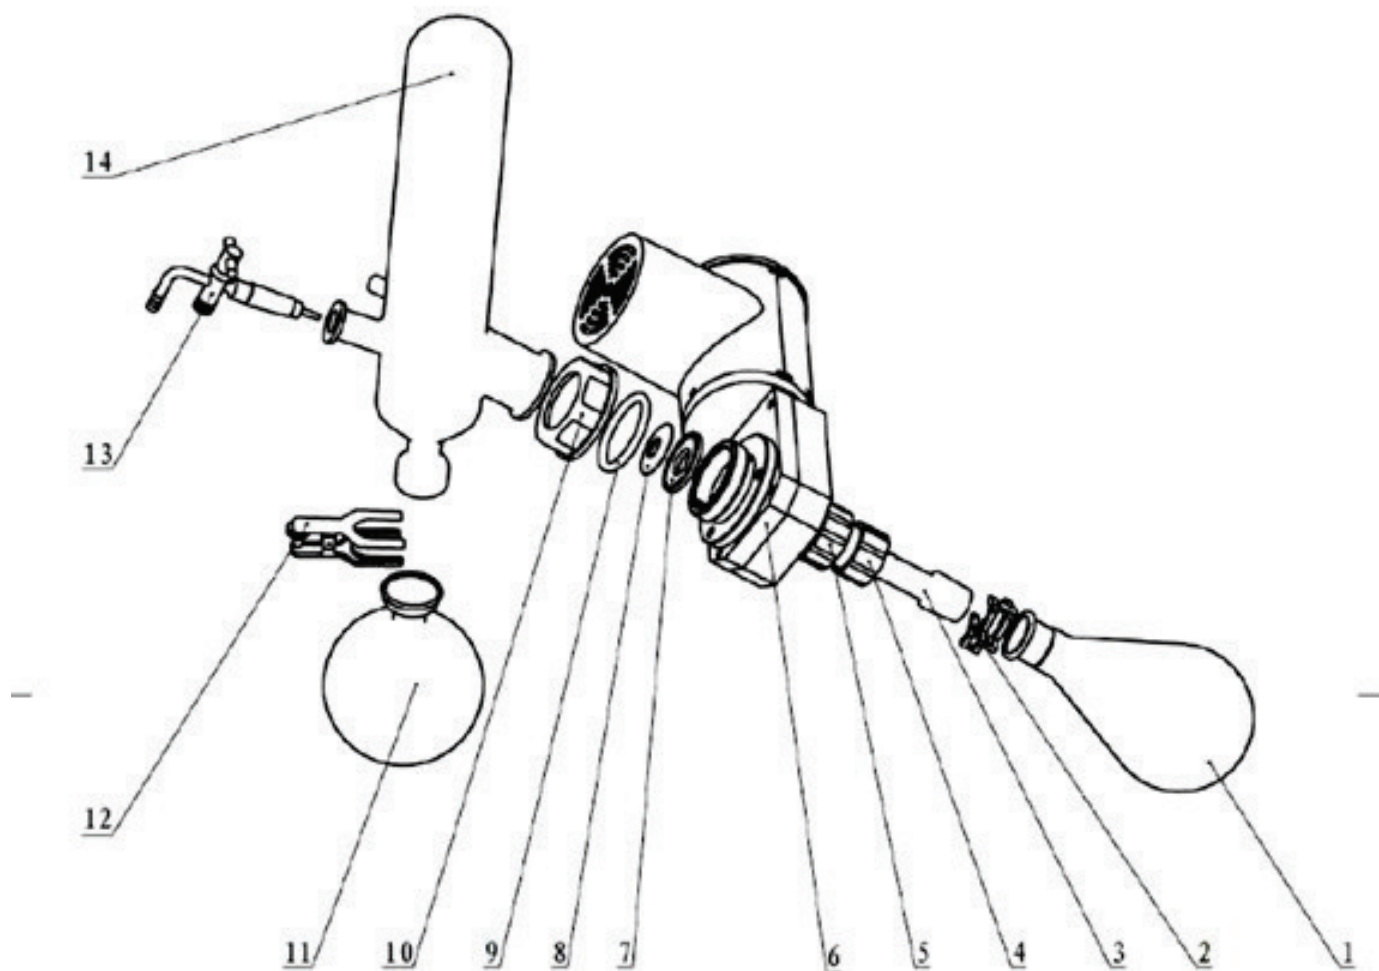

Рисунок 10
12.1. На рисунке ниже приведена основная схема устройства уплотнений (Рисунок 10).